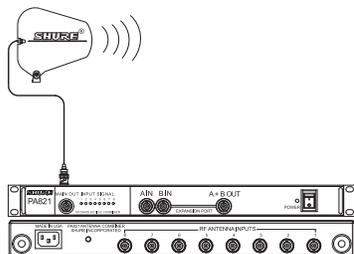

FIGURE 1
2. Brancher une antenne à la **SORTIE PRINCIPALE** du PA821. Pour les applications à large bande, utiliser l'antenne directionnelle PA805SWB (Figure 1).
**REMARQUE:** Lorsque le PA821SWB est allumé, les indicateurs de signal d'entrée (1-8) sur le panneau avant s'allument si un émetteur actif est connecté à la entrée correspondante (1-8) sur le panneau arrière (Figure 1).